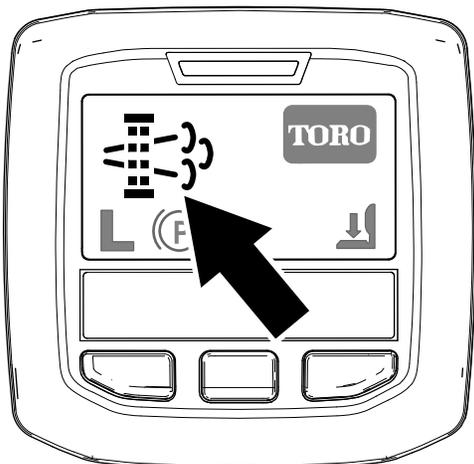

Рисунок 30
- Значок запроса регенерации с парковкой отображается на дисплее инфо-центра (Рисунок 30).